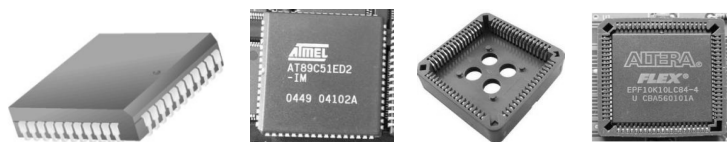

图 3.7.40 PLCC 封装及其连接器
(3) PLCC：是贴片封装的集成电路，引脚分布在芯片四周，由于焊接工艺要求高，不宜采用，一般可配套插座，如图 3.7.40 所示。